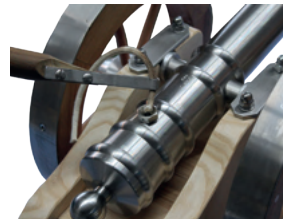

Abb. 42: Vorderladerkanone mit Luntenstockanzündung
- Abfeuern: Durch Absenken des Luntentockes die Lunte in die Pulverpfanne eintauchen (s. Abb. 42, S. 103).